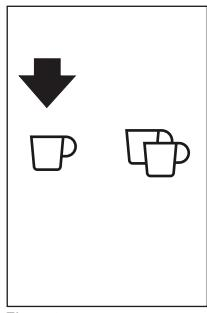

Fig. 19
- Puede hacer un café cada vez pulsando la tecla táctil □ (B10) (Fig. 19).